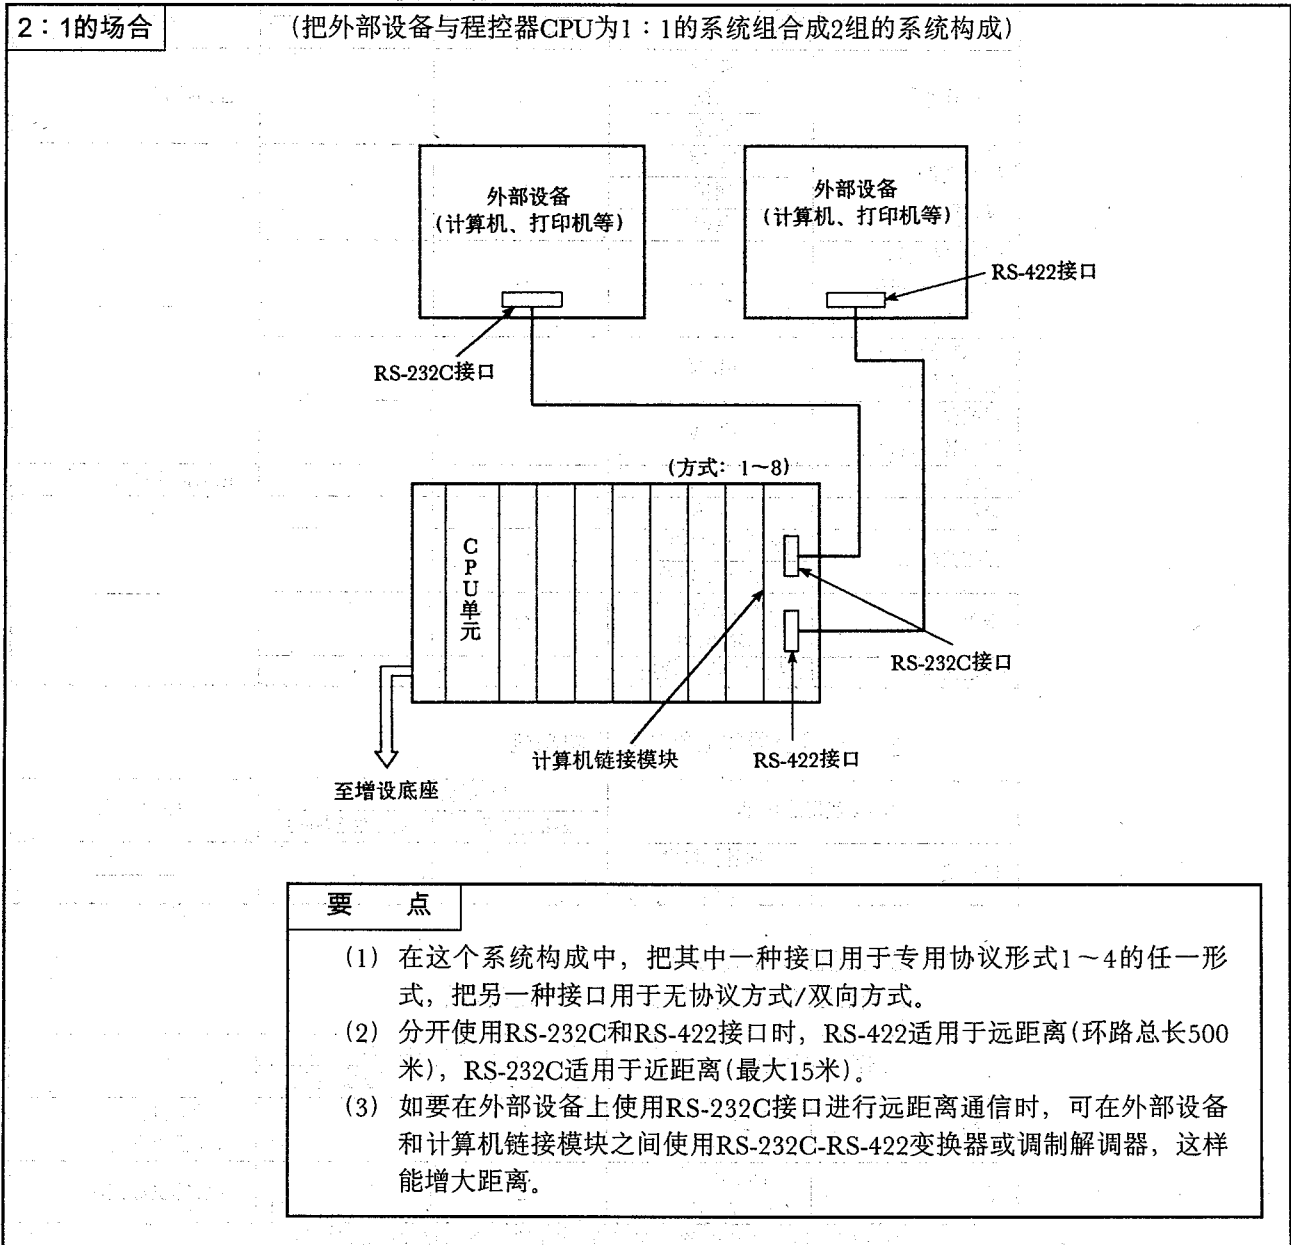

图2.3 系统构成(III)
(1) 外部设备与程控器CPU为2:1的场合的系统构成, 如图2.3所示。图中的(方式: 1~8)表示该站的计算机链接模块的方式设定开关(4.2.1节)的设定范围。